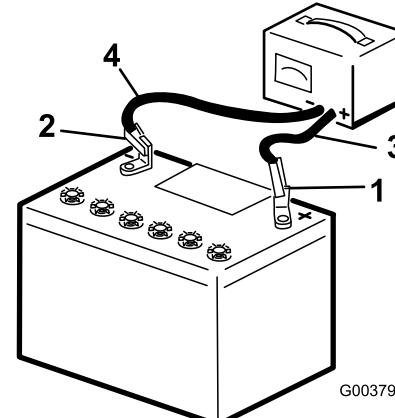

Figura 84
- Collegate il cavo negativo del caricabatteria al morsetto negativo della batteria (Figura 84).
- Quando la batteria è completamente carica, staccate il caricabatteria dalla presa elettrica e scollegate i cavi di ricarica dai morsetti della batteria (Figura 84).